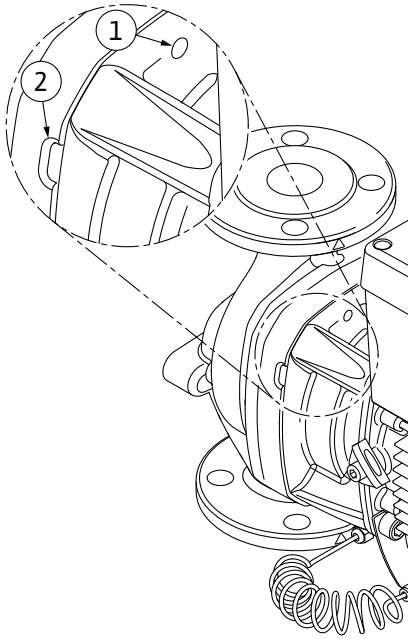

Fig. 104: Orifícios roscados e ranhuras para afastar o conjunto de encaixe do corpo da bomba
Para o modelo da bomba (Fig. I e Fig. II), utilizar os dois orifícios roscados M10 (ver Fig. 104) e os parafusos adequados fornecidos no local (por exemplo, M10 x 20 mm). Para pressionar também podem ser utilizadas as ranhuras (Fig. 104, pos. 2).